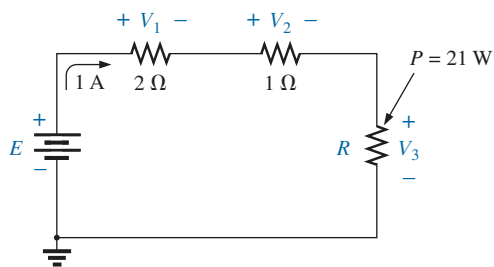

FIG. A4.98
14. Determine las cantidades desconocidas para el circuito de la figura A4.98 con la información proporcionada.